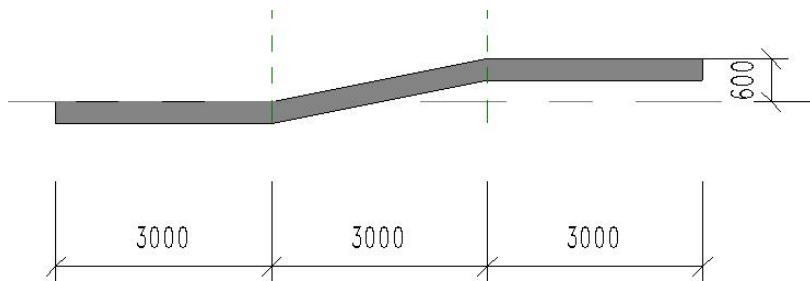

图 4-17 立面图
**案例：**如何将随书光盘“第 4 章\平楼板.rvt”项目中的楼板修改为图 4-17 的楼板。